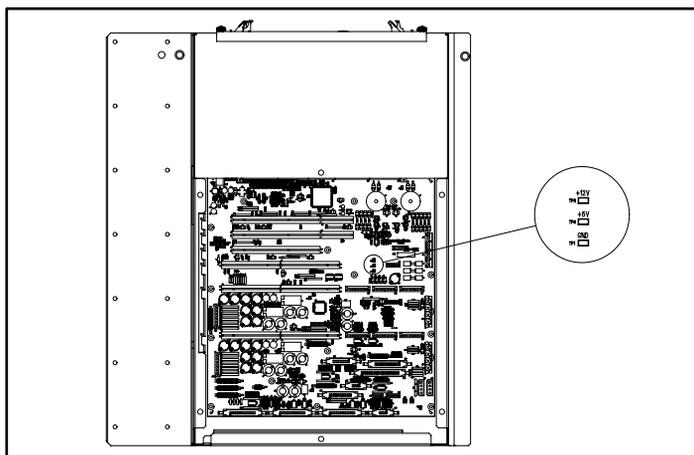

Figure 7 : Fond de panier PCI
1. À l'aide d'un multimètre, mesurez la résistance entre (reportez-vous à la Figure 7) :
5. Mesurez la résistance entre (reportez-vous à la Figure 7) :